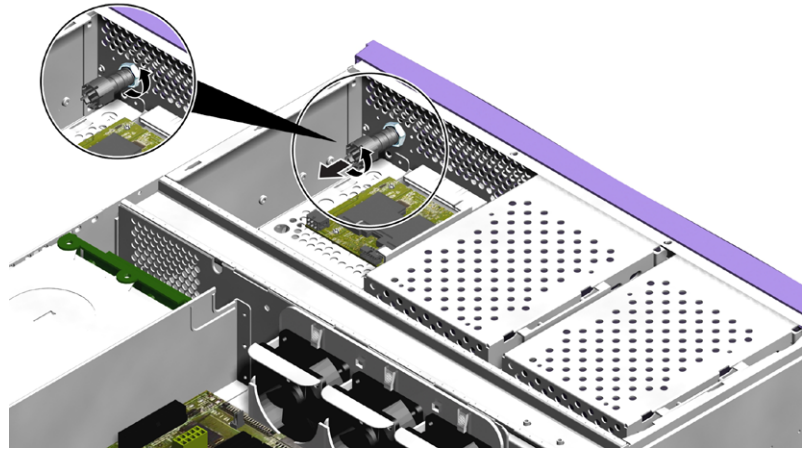

図 1-30 キースイッチのロックナットの取り外し
5. キースイッチ部品の後ろにあるロックナットを外します (図 1-30)。